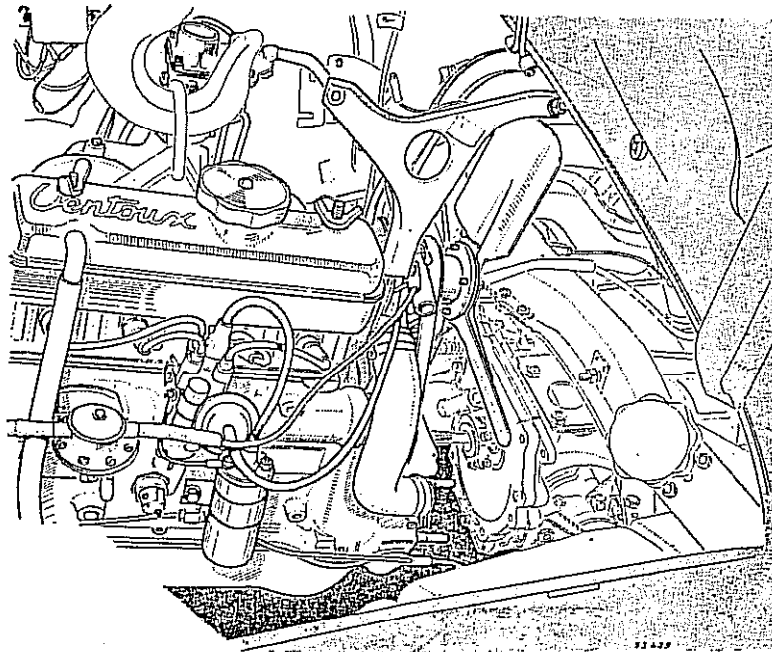

Fig. 41
- 2) Presentar el motor cruzado a 90° aproximadamente tal como se había hecho para sacarlo (el embrague a la derecha). Luego bajar el motor y girarlo de manera que quede alineado con la caja de velocidades (Fig. 41).